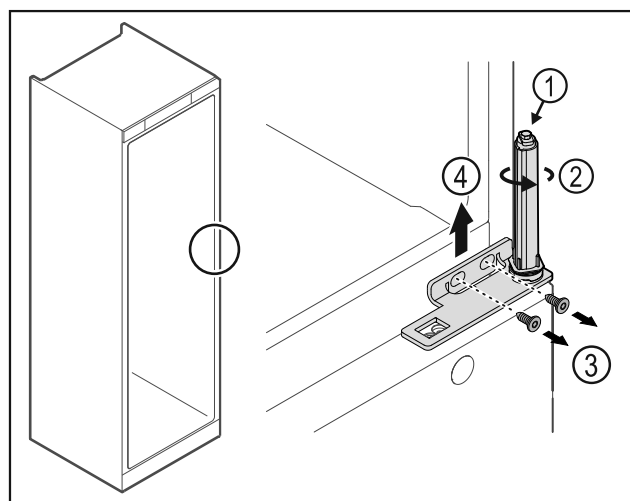

Fig. 26
- Μην αποσυναρμολογείτε το σύστημα κλεισίματος πόρτας Fig. 26 (1).
- Περιστρέψτε το σύστημα κλεισίματος Fig. 26 (2), μέχρι να κάνει κλικ.
- ▶ Λύστε τις βίδες Fig. 26 (3), αφαιρέστε τη γωνία μεντεσέ προς τα επάνω Fig. 26 (4).